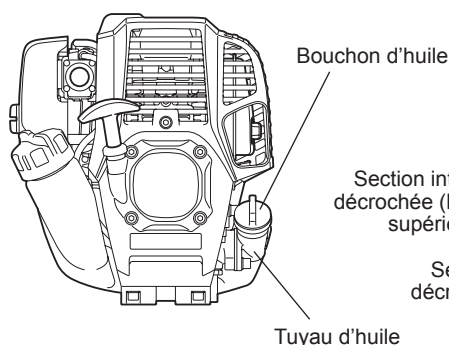
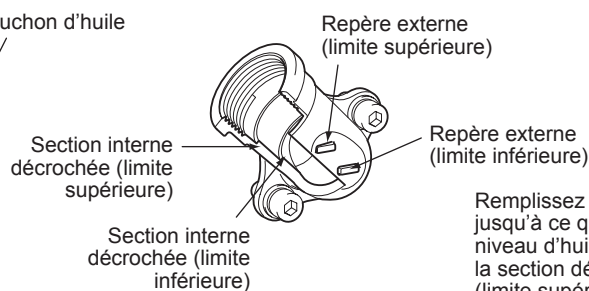

Fig. 1
Fig. 2 Tuyau d'huile
- Réglez le niveau du moteur, retirez le capuchon d'huile (Fig. 1) et vérifiez l'absence d'huile dans la plage comprise entre les repères des limites supérieure et inférieure du tuyau d'huile (Fig. 2).